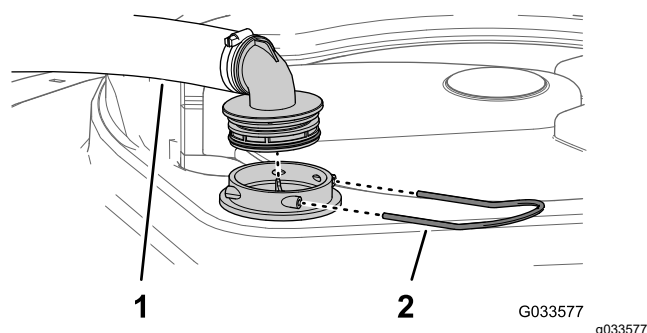

Bild 78
2. Nehmen Sie oben am Sprühbehälter den Halter ab, mit dem das Schlauchanschlussstück befestigt ist, das am dicken Schlauch und dem Filtergehäuse angeschlossen ist (Bild 78).
3. Nehmen Sie den Schlauch und das Schlauchanschlussstück vom Filtergehäuse ab (Bild 78).